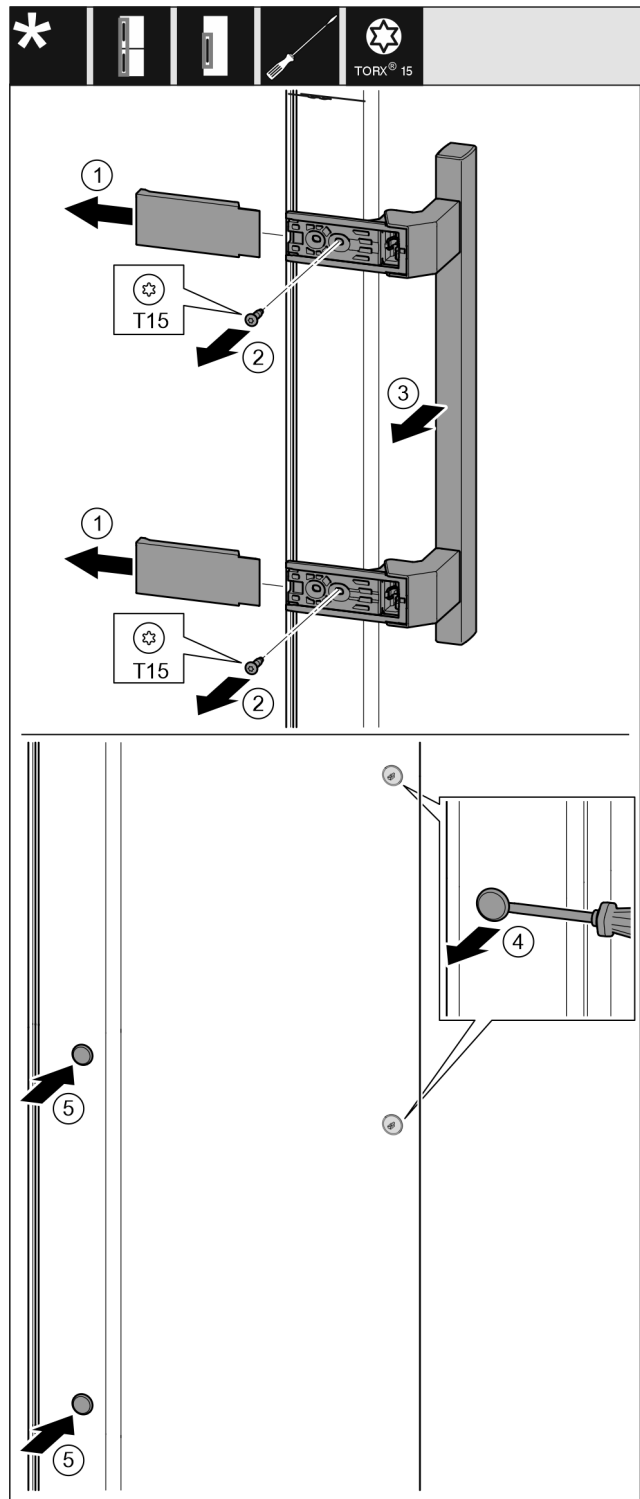

Fig. 11
- ▶ Húzza le a fedelet. Fig. 11 (1)
- ▶ Csavarja ki a csavarokat a Torx 15 csavarhúzóval. Fig. 11 (2)
- ▶ Vegye le a fogantyút. Fig. 11 (3)
- ▶ Óvatosan emelje meg az oldalsó dugókat egy lapos csavarhúzóval, és húzza ki őket. Fig. 11 (4)
- ▶ Helyezze be a dugókat a másik oldalon. Fig. 11 (5)